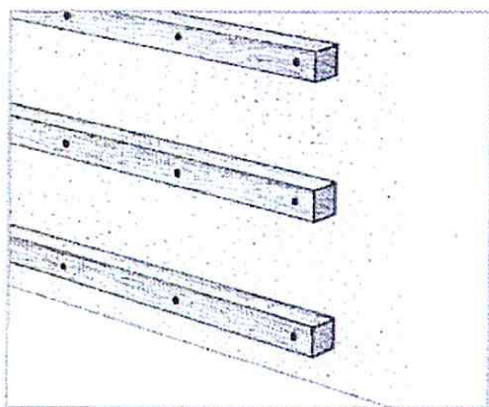

Рис.5
3.4.3 Для обеспечения нормальной вентиляции внутреннего пространства между стеной помещения и ламинированной панелью, а также для увеличения теплоизоляции помещения, для предотвращения возможной деформации собранной конструкции под механическим воздействием и (или) под влиянием резких перепадов температур, минимальная толщина брусков должна быть 20 мм. Крепление брусков обрешетки сечением 40x20 мм производится к стене вдоль горизонтальных линий разметки с помощью универсальных саморезов 4x50 мм, как показано на рис.5. При этом в стене помещения перфоратором сверлятся отверстия (прямо сквозь брусок) под дюбель $d=6 \times 30$ мм. Шаг крепления определяется по месту и зависит от плоскости стены и отклонений формы бруска.